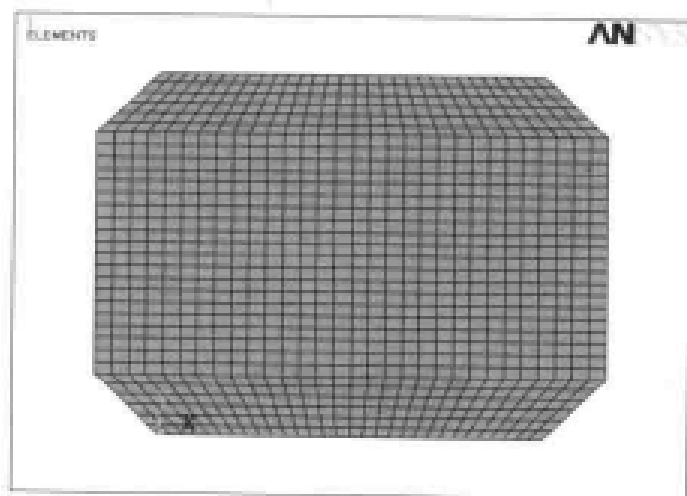

图 14-39 网格划分结果显示
(6) 选择 Utility Menu | PlotCtrls | Numbering 命令，出现 Plot Numbering Controls 对话框，选择 LINE Line numbers 选项，使其状态从 Off 变为 On，其余选项采用默认设置，单击 OK 按钮关闭该对话框。
(7) 选择 Utility Menu | Plot | Lines 命令，显示所有线段。
(8) 选择 Main Menu | Preprocessor | Meshing | Size Cntrls | ManualSize | Lines | Picked Lines 命令, 出现 Element Size on 菜单, 在文本框中输入 1, 3, 6, 9, 单击 OK 按钮, 出现 Element Size on Picked Lines 对话框, 在 NDIV No. of element divisions 文本框中输入 30, 单击 OK 按钮关闭该对话框。
(9) 选择 Main Menu | Preprocessor | Meshing | Size Cntrls | ManualSize | Lines | Picked Lines 命令, 出现 Element Size on 菜单, 在文本框中输入 2, 4, 8, 10, 单击 OK 按钮, 出现 Element Size on Picked Lines 对话框, 在 NDIV No. of element divisions 文本框中输入 6, 单击 OK 按钮关闭该对话框。
(10) 选择 Main Menu | Preprocessor | Meshing | Size Cntrls | ManualSize | Lines | Picked Lines 命令, 出现 Element Size on 菜单, 在文本框中输入 5, 7, 单击 OK 按钮, 出现 Element Size on Picked Lines 对话框, 在 NDIV No. of element divisions 文本框中输入 20, 单击 OK 按钮关闭该对话框。
(11) 选择 Main Menu | Preprocessor | Meshing | Mesh | Areas | Free 命令, 出现 Mesh Areas 菜单, 单击 Pick All 按钮关闭该菜单。
(12) 选择 Utility Menu | Select | Everything 命令。
(13) 选择 Utility Menu | Plot | Elements 命令, ANSYS 显示窗口显示如图 14-39 所示的网格划分结果。